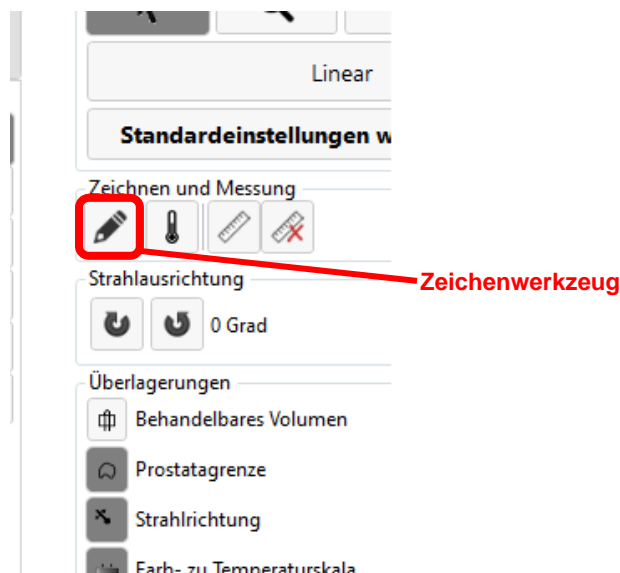

Abbildung 84: „Zeichenwerkzeug“ für die Prostatagrenze im Bildschirm „Verabreichung“
2. Klappen Sie das rechte Feld im Arbeitsbereich „Verabreichung“ nach dem Anhalten der Verabreichung auf, um das Zeichenwerkzeug für die Prostatagrenze auszuwählen (Abbildung 84).